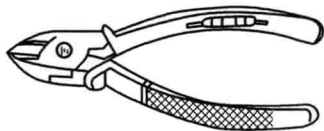

图 1-5 斜口钳
(3) 斜口钳。如图 1-5 所示, 斜口钳专用于剪断各种电线电缆, 其绝缘手柄耐压值为 500V。